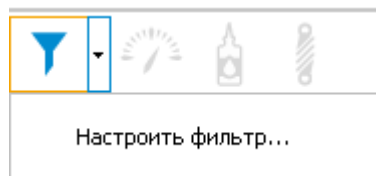

Рис. 161
2. Выберите команду **Настроить фильтр** (Рис. 161).